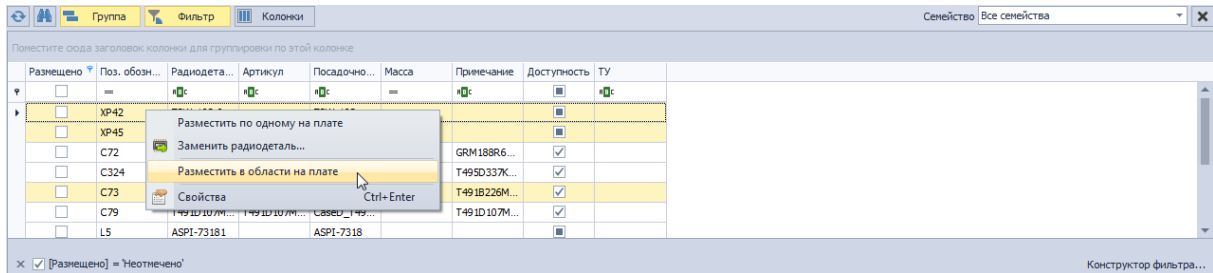

Рис. 95 Выбор группы компонентов для размещения в панели «Поиск объектов»
4. Вызвать контекстное меню и выбрать одну из команд группового размещения, см. Рис. 95.